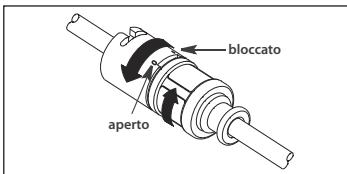

Figura 6
- b. Se si utilizza un sistema di protezione anti-contaminazione per catetere con l'adattatore TwistLock, ruotare la metà superiore dell'hub distale in senso orario per bloccare in situ il catetere. Riposizionare l'estremità proximale del sistema di protezione per catetere nel punto prescelto. Ruotare le metà superiore e inferiore in direzioni opposte per il bloccaggio in situ. Verificare l'adattatore tirando lievemente il catetere per verificare la tenuta sul catetere (vedere Figura 6).